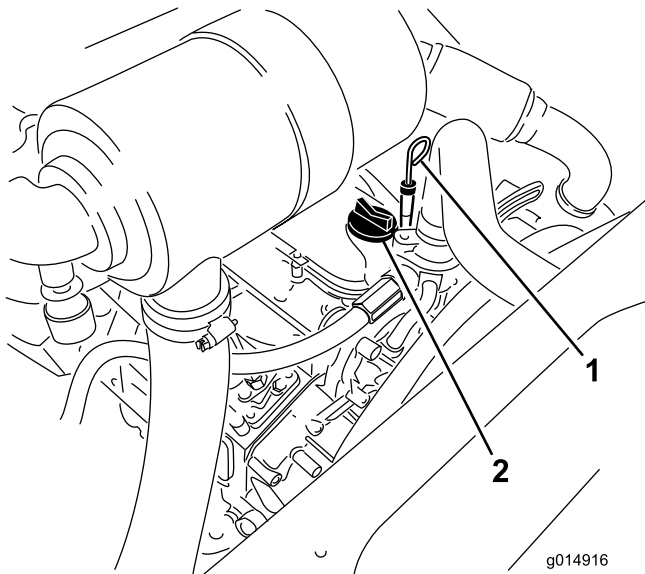

Рисунок 27
3. Извлеките масломерный щуп, тщательно протрите и снова вставьте его (Рисунок 27).
(Рисунок 27) и добавляйте масло, пока его уровень не достигнет отметки FULL (ПОЛНЫЙ) на щупе. **Не допускайте переполнения.**